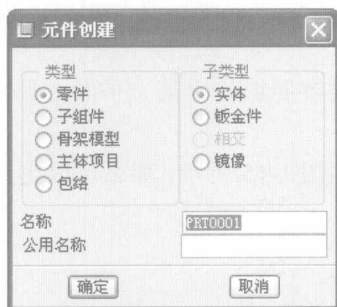
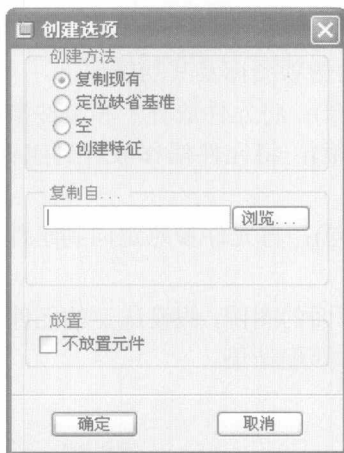

图 1-12 “元件创建”对话框
图 1-13 “创建选项”对话框
- (1) 新建一个没有元件的装配文件。
- (2) 单击工具栏中的 (在组件模式下创建元件)按钮,或者从菜单栏中选择“插入”→“元件”→“创建”命令,打开如图 1-12 所示的“元件创建”对话框。
- (3) 在“元件创建”对话框中指定要创建的元件类型,例如从“类型”选项组中选择“零件”单选按钮,从“子类型”选项组中选择“实体”单选按钮。
- (4) 输入元件名称,单击“确定”按钮。
- (5) 在出现的如图 1-13 所示的“创建选项”对话框中,指定创建方法。系统提供了 4 种创建方法的选项,即“复制现有”、“定位缺省基准”、“空”和“创建特征”选项。确定创建选项后,注意根据系统提示选择相应的参照。